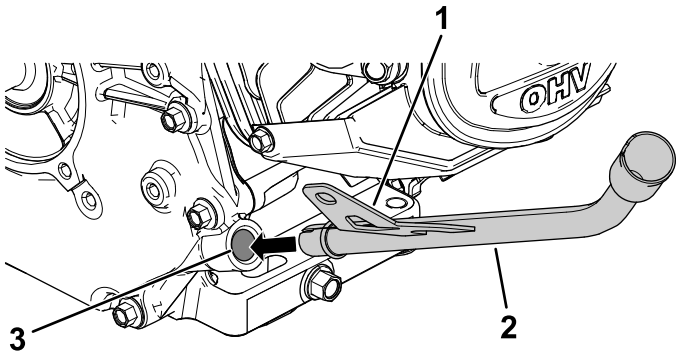

Figura 9
5. Introduzca el tubo de la varilla oblicuamente en el orificio del tubo (Figura 9).
6. Usando un mazo de goma, golpee suavemente el **soporte** (pieza 1) del tubo de la varilla (Figura 9) para asentar el tubo en el motor.